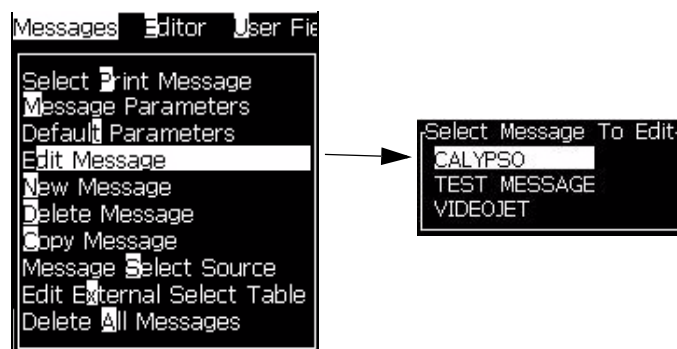

Figura 5-50: Opção Editar mensagem
- 2 Selecione *Editar mensagem*. A caixa de diálogo *Selecionar mensagem para edição* aparece. Consulte a seção Figura 5-50.